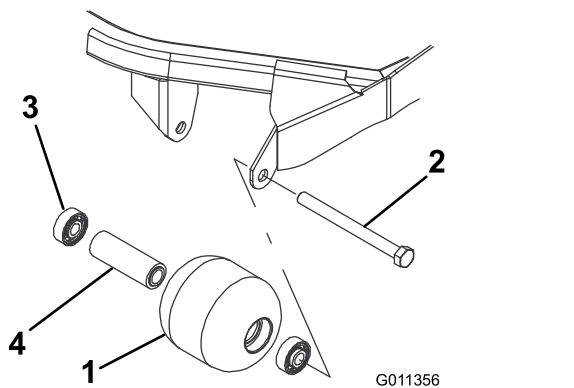

Рисунок 120
1. Снимите болт крепления валика (Рисунок 120).
4. Осмотрите корпус, подшипники и распорную втулку подшипника валика на наличие повреждений (Рисунок 120). Замените все поврежденные компоненты и соберите их.
1. Запрессуйте передний подшипник в корпус валика (Рисунок 120). Прикладывайте усилие только к наружному кольцу или одинаковое усилие к внутреннему и наружному кольцам.
2. Вставьте втулку подшипника (Рисунок 120).
3. Запрессуйте второй подшипник в корпус валика (Рисунок 120). Запрессуйте, нажимая с одинаковым усилием на внутреннее и наружное кольца до тех пор, пока внутреннее кольцо не войдет в контакт с проставкой.